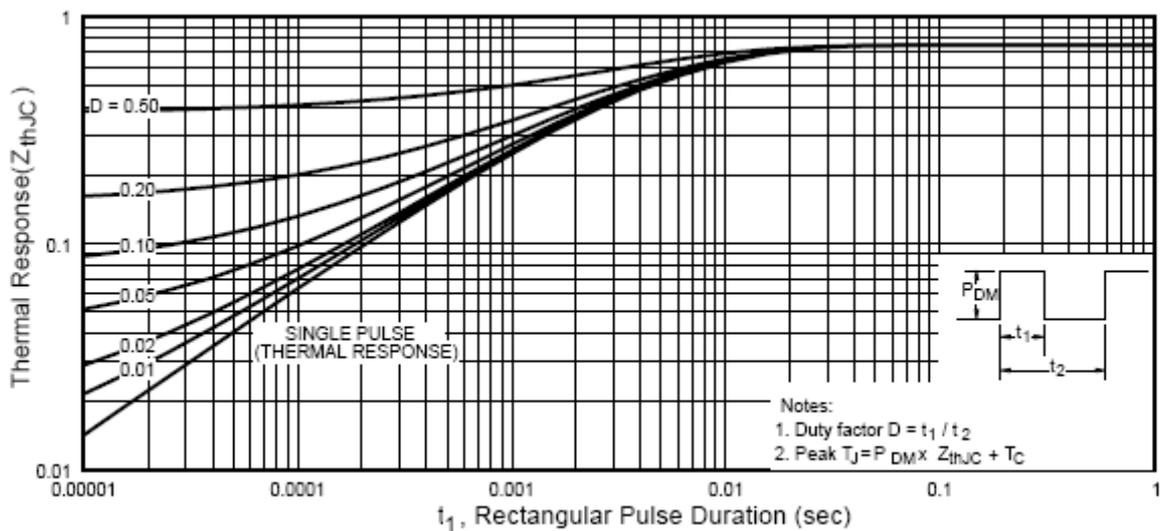

图 11. 最大有效的热敏阻抗，结点到器件
- ① 反复级别: 脉宽小于最大值。结点温度为。(看 图.11)。